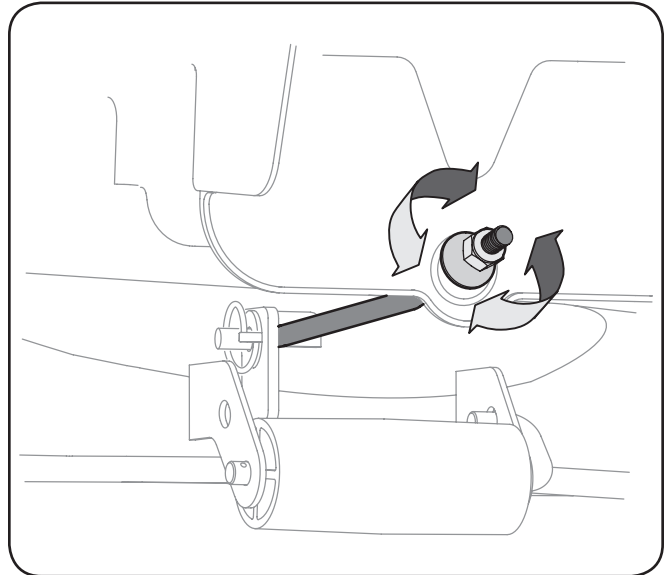

Figure 6-4
1. Repérez le contre-écrou fixé au bout de la tige de suspension du plateau. Voir Figure 6-4.
- Desserrez l'écrou (vers l'extérieur) pour *abaisser* l'avant du plateau de coupe. Voir Figure 6-4.